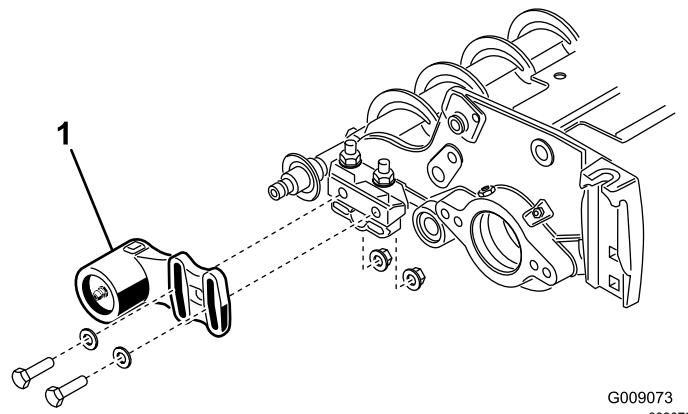
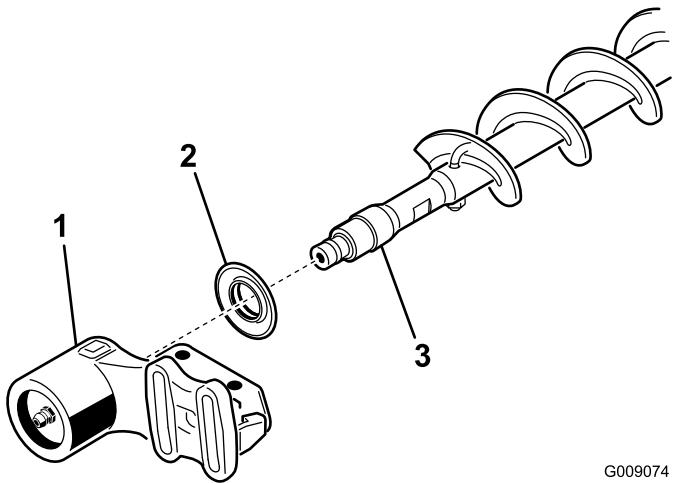

Figura 36
Figura 37
1. Se estiver instalada uma escova do rolo na unidade de corte, remova os 2 parafusos, anilhas e porcas que prendem a caixa de rolamentos do lado oposto à transmissão ao suporte de montagem da caixa de rolamentos (Figura 36 e Figura 37).
2. Deslize a caixa de rolamentos do lado oposto à transmissão e o vedante de eliminação de sedimentos do eixo da escova (Figura 37).
9. Instale o vedante de eliminação de sedimentos e a caixa de rolamentos do lado oposto da transmissão no veio da escova (Figura 37).